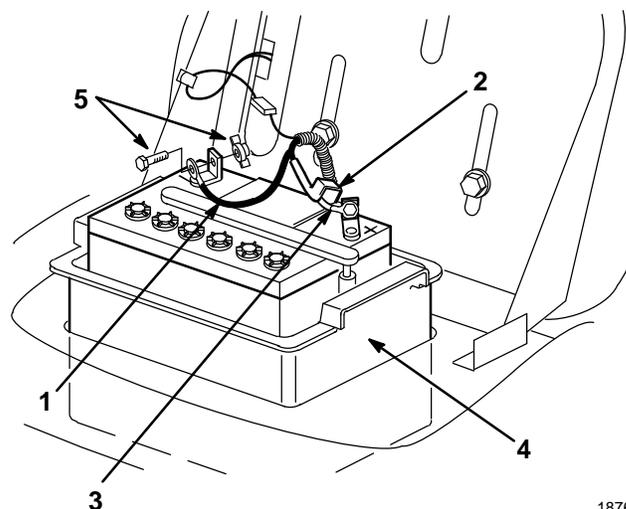

Figure 21
3. Déconnecter le fil négatif (noir) de mise à la masse de la borne de la batterie (Fig. 21).
4. Glisser le capuchon de caoutchouc plus haut sur le fil positif (rouge). Déconnecter le fil positif (rouge) de la borne positive de la batterie (Fig. 21).
- Connecter le fil positif (rouge) à la borne positive (+) de la batterie à l'aide du boulon et de l'écrou papillon (Fig. 21). Glisser le capuchon de caoutchouc sur la borne de la batterie.
- Connecter le fil négatif (noir) à la borne négative (-) de la batterie à l'aide du boulon et de l'écrou papillon (Fig. 21).